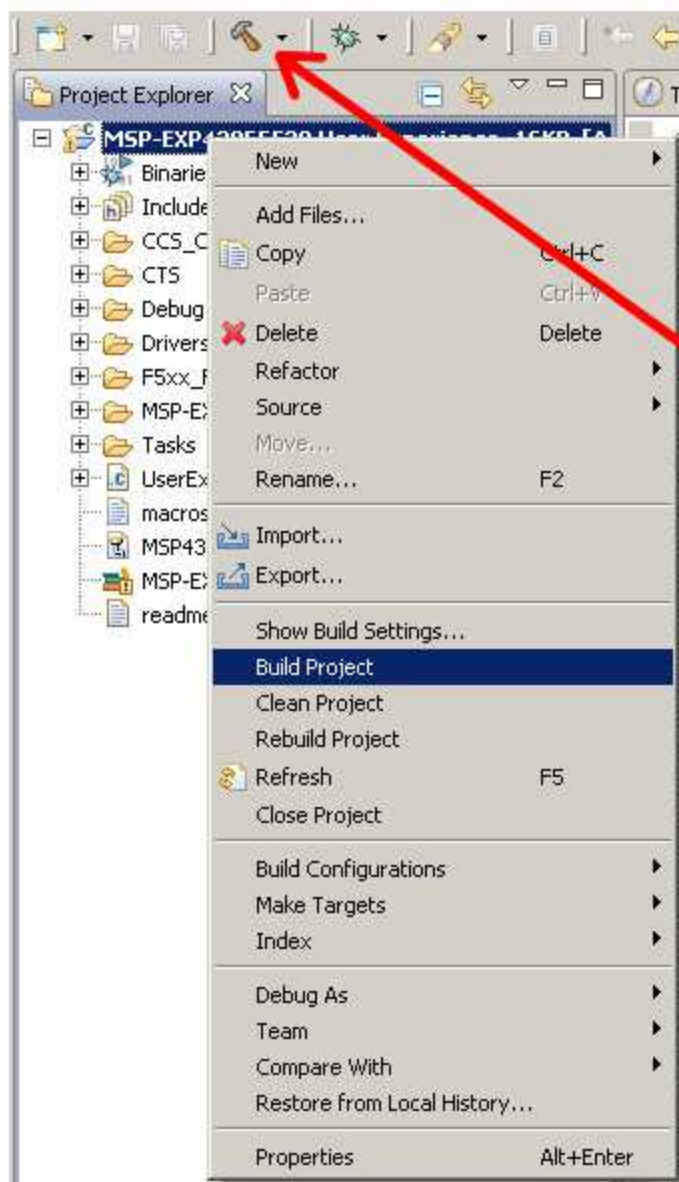

Рис. 1.4 Два варианта сборки проекта
- используя контекстное меню по щелчку правой кнопкой мыши на папке проекта в поле Project Explorer (рис. 1.4);
- щелчок мышью на панели инструментов по кнопке Build (на рис. 1.4 показан стрелкой).